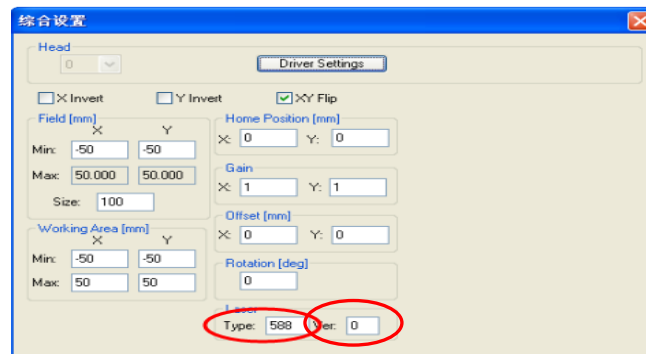

图 16
4) 定义激光器类型, 激光器类型设为 588 和 0 ( 如图 16 ), 每一步设完务必按 save;